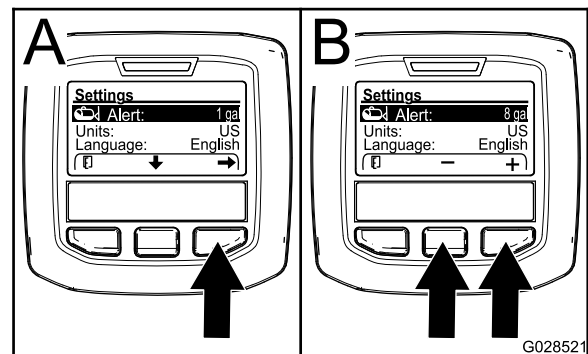

Рисунок 8
- Нажмите среднюю кнопку выбора, чтобы выделить настройку Alert (Предупреждение) (Рисунок 8).
- Нажмите правую кнопку выбора (Рисунок 8).
- С помощью средней или правой кнопки выбора введите минимальный объем жидкости в баке, при котором во время работы опрыскивателя будет появляться предупреждение на дисплее (Рисунок 8).